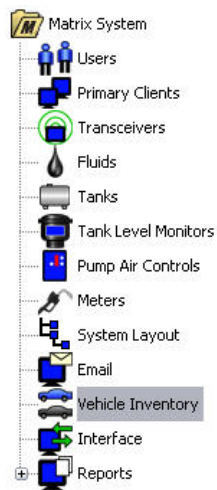

Рис. 149
1. Щелкните по значку «Vehicle Inventory» [Транспортные средства] из перечня на панели системы Matrix (Рис. 149).